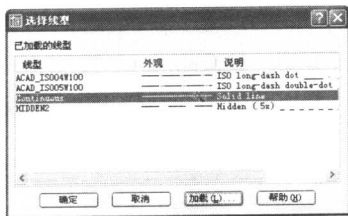
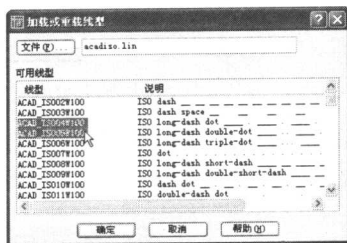

图 1-5 “选择线型”对话框
图 1-6 “加载或重载线型”对话框
(6) 按照上述方法可再创建边框层、标注层、粗实线层、点画线层、双点画线层、文字层、细实线层、虚线层,并分别设置它们的颜色、线型和线宽。设置点画线层、双点画线层、虚线层的线型时,单击该图层的线型 Continuous 区域,弹出如图 1-5 所示的“选择线型”对话框。在默认情况下,该对话框中只有一种线型,即连续线型 Continuous。要设置非连续线型,单击对话框中的“加载”按钮,弹出如图 1-6 所示的“加载或重载线型”对话框。按住键盘上的【Ctrl】键,依次选择 ACAD_ISO04W100、ACAD_ISO05W100 和 HIDDEN2 共 3 种线型,单击“确定”按钮,即可将 3 种非连续线型加载到“选择线型”对话框中。